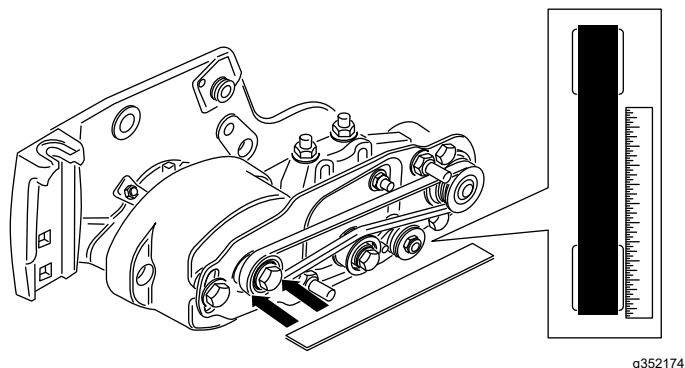

Figura 33
- Coloque una regla contra la cara exterior de la polea **motriz** (Figura 33). **No ponga la regla** sobre ambas poleas, motriz y arrastrada.